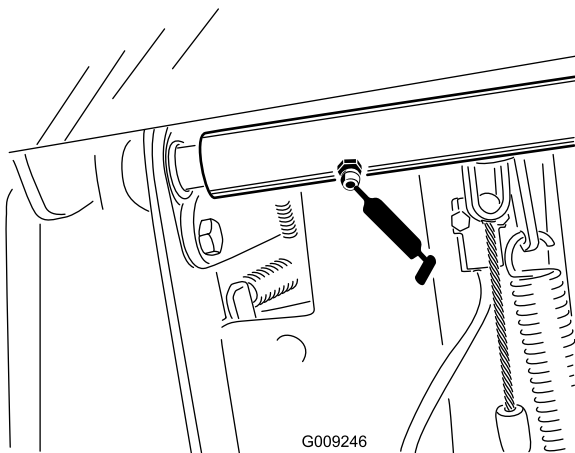

Figura 35
- Cojinetes del eje de pivote del pedal de freno (2) (Figura 35)